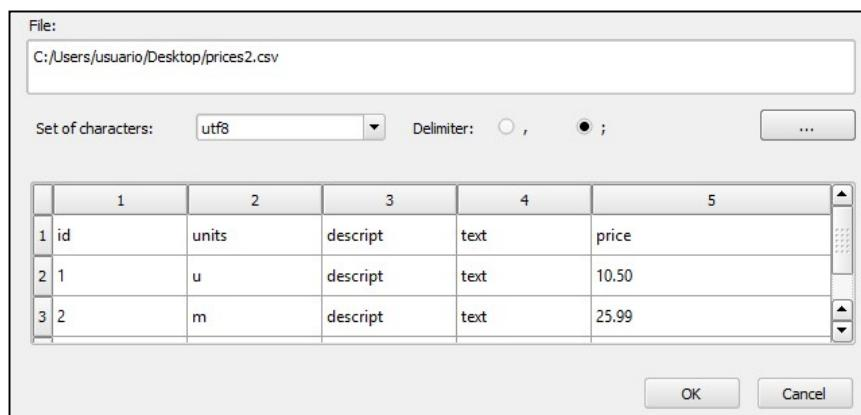

Imagen 86: Con la ruta al fichero añadida, la tabla mostrará la vista previa de los datos.
- 4- A continuación, añadimos la ruta del fichero *prices2.csv* y seleccionamos la codificación y el delimitador, que puede ser ‘coma’ o ‘punto y coma’. La tabla de debajo nos muestra una vista previa de como serán los datos que se insertarán (Imagen 86).